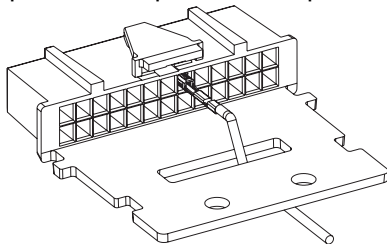

Figura 2a. Elemento para aliviar tensiones del cable
- Coloque el cable con el terminal de contacto a través del conector, tal como se indica en la *Figura 2a*, o en el caso de aplicaciones con varios accesorios conectados a la radio móvil, coloque el cable como se indica en la *Figura 2b* y sujételo con un precinto después de completar el paso 3.